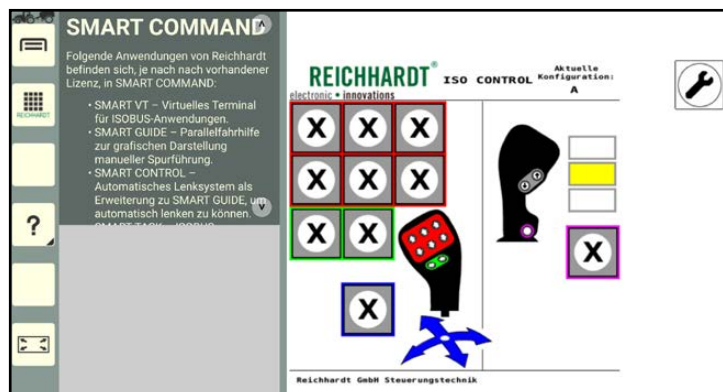

Abb. 73: Anwendung über gewünschtem Fenster loslassen
2. Lassen Sie die Anwendung über dem gewünschten Fenster los (siehe Abb. 73).